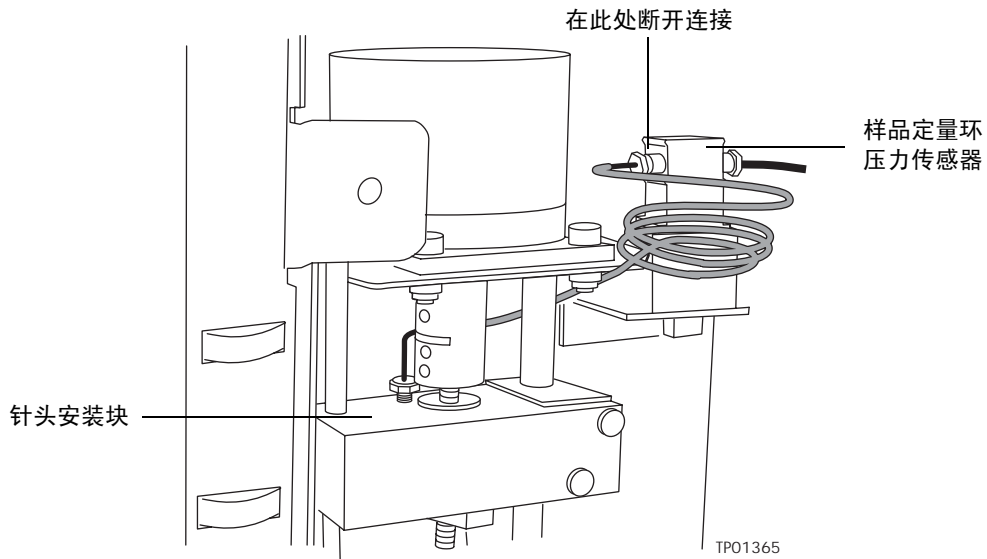

图 2-13 断开样品定量环的连接
1. 使用 5/16 英寸扳手断开样品定量环与压力传感器的连接，如图 2-13 中所示。
1. 使用 5/16 英寸扳手断开样品定量环与压力传感器和针头驱动装置的连接，如图 2-13 中所示。